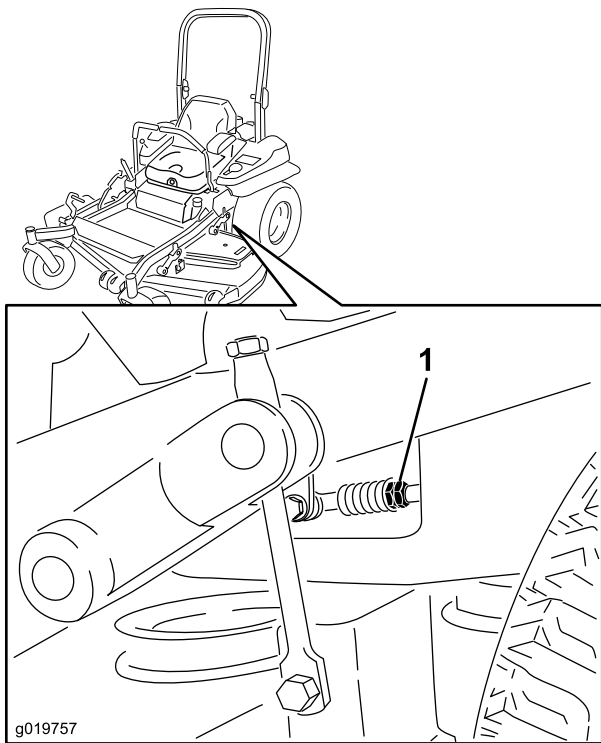

Figura 86
7. Coloque as alavancas de controlo de movimento na posição neutra. Ajuste os comprimentos da barra de controlo da bomba rodando as porcas duplas na barra na direção adequada até as rodas andarem ligeiramente para trás (Figura 86). Mova as alavancas de controlo de movimento para a posição de marcha-atrás e, enquanto exerce uma ligeira pressão na alavanca, deixe as molas do indicador de marcha-atrás levarem as alavancas para ponto-morto. As rodas têm de parar de rodar ou andar ligeiramente para trás.